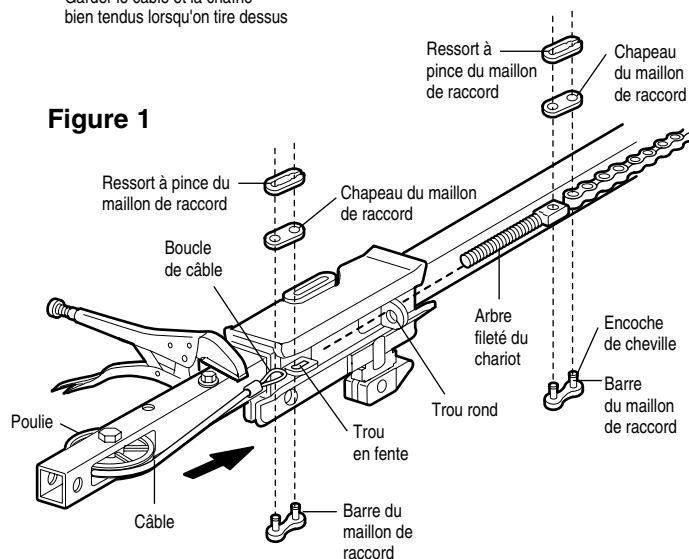

Figure 3
5. Enfiler l'écrou intérieur et la rondelle de blocage dans la tige filetée du chariot. (Figure 3)